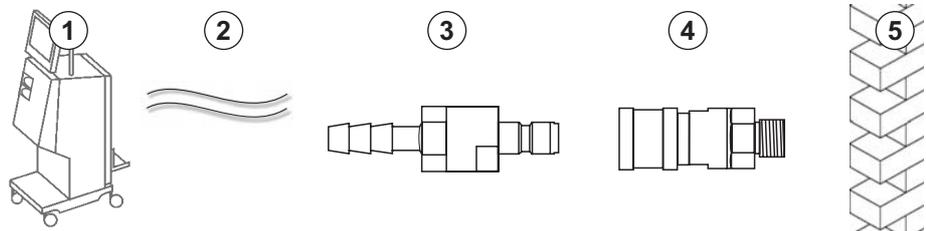

Fig. 4-6 Conectores Aquaboss de saída de dialisado
- 1 conector de fecho macho (Fig. 4-6, ③), material 1.4571 EPDM
- 1 conector de tubo fêmea ( ④ ), diâmetro interno ou tubo flexível 9 mm, material 1.4571 EPDM
1. Conecte o tubo ② , ④ ao equipamento e fixe-o com um braçadeira de linha ou uma braçadeira de orelha.
2. Adapte o conector de fecho macho ③ ao tubo e fixe-o com um clampe de tubo ou braçadeira de orelha única.
3. Adapte o conector de fecho macho ③ ao conector de tubo fêmea ④ , o qual se encontra fixo na parede.